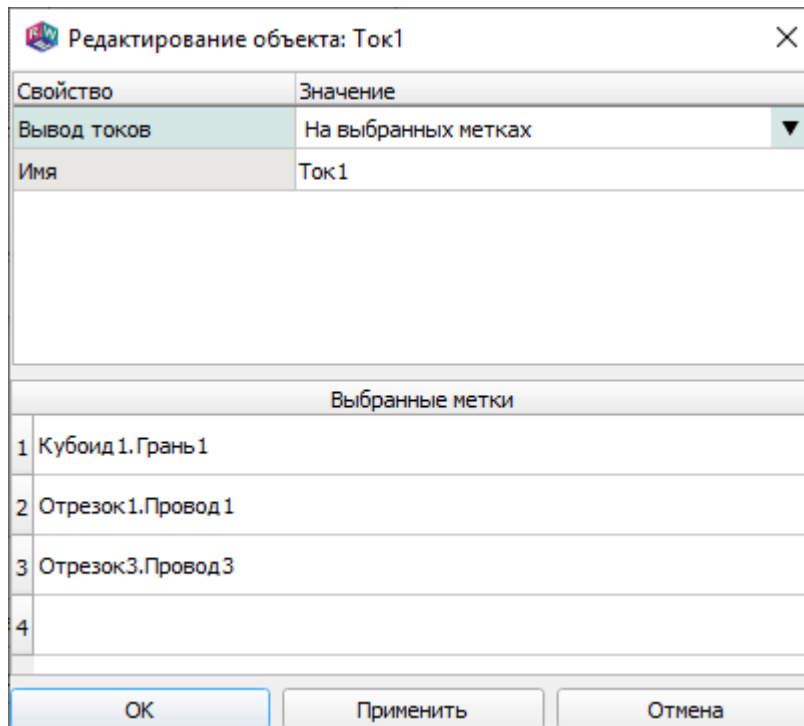

Рис. 180
16.19.2. Окно «Редактирование объекта: ток» показано на рис. 180.